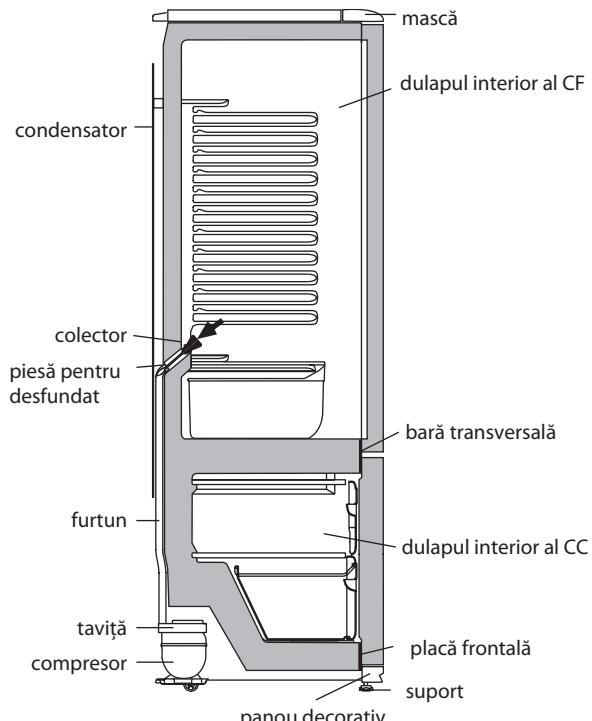

Figura 4 — Schema scurgerii ape rezultate în urma topirii din CF
2.2.1 În CF se folosește un sistem automat de dezghețare. Bruma, care apare pe peretele din spate al CF, după deconectarea compresorului care lucrează în ciclu, se topește și se transformă în picături de apă. Picăturile de apă rezultată în urma topirii se scurg în colector, apoi prin gaura acestuia și prin furtun - în taviță de pe compresor, în conformitate cu figura 4 și se evaporă. Gaura colectorului este dotată cu o piesă pentru prevenirea înfundării sistemului de drenaj.
Prezența apei în colector indică înfundarea sistemului de drenaj. Pentru eliminarea înfundării folosiți piesa corespunzătoare și curătați gaura colectorului, astfel ca apa să se scurgă liber în taviță, apoi spalați piesa și instalați-o în conformitate cu figura 4.
SE INTERZICE să utilizați frigiderul cu sistemul de scurgere înfundat. Apa care a apărut pe fundul CF sau care a ajuns în locul de alăturare a barei transversale și a dulapului interior al CF, în conformitate cu figura 4, poate provoca coroziunea dulapului exterior al frigiderului și elementelor agregatului frigorific, defectarea izolației termice, formarea crăpăturilor dulapului interior și defectiunea frigiderului.
SE INTERZICE să decongeleți congelatorul fără utilizarea elementului pentru drenare. Apa rezultată în urma topirii care se scurge din cameră afară de elementul pentru drenare, pătrunzând în locul de alăturare a plăcii frontale la dulapul interior în conformitate cu figura 4, poate provoca coroziunea dulapului exterior al congelatorului și a elementelor agregatului frigorific, defectarea izolației termice, formarea crăpăturilor dulapului interior și defectarea dulapului frigiderului.